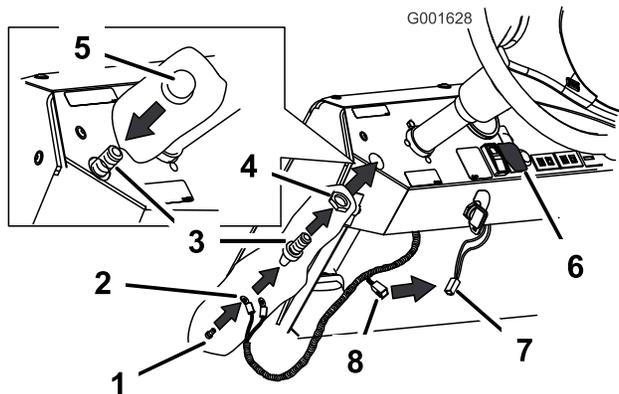

図 16
2. ホーンボタンのキャップを外し、スイッチの脚のねじ部分にナットを通す (図 16)。
3. ワイヤハーネスの端部からでている白線と赤線を、ホーンスイッチの裏側に接続する；付属のねじ 2 本を使用する (図 16)。
4. スイッチ・アセンブリを、ダッシュボードに開けた取り付け穴に、裏側からはめ込む (図 16)。
5. ホーンボタンのキャップをスイッチのねじ部にねじ込んでアセンブリをダッシュボードに固定する (図 16)。
6. ダッシュボードの下のリード線の状態が図 16 のようになっていることを確認する。これはライトスイッチの下のメインハーネスから来ている。リード線がある場合には、それを新しいハーネスに接続する。